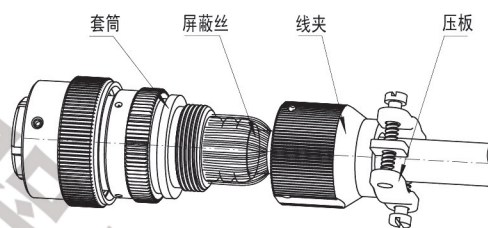

图2.9拧紧线夹
2) 将屏蔽丝均匀的覆盖到套筒尾段, 然后将电缆夹拧到套筒螺纹上, 如图2.9